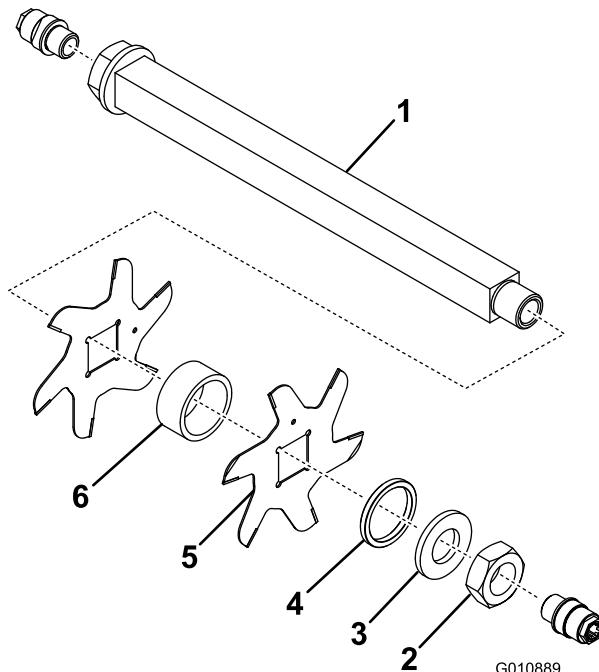

图13
3. 依次取下小隔片、垫圈、刀片以及大隔片。清洁该方形轴，然后涂抹上一薄层润滑脂进行润滑，使组装更容易（图13）。